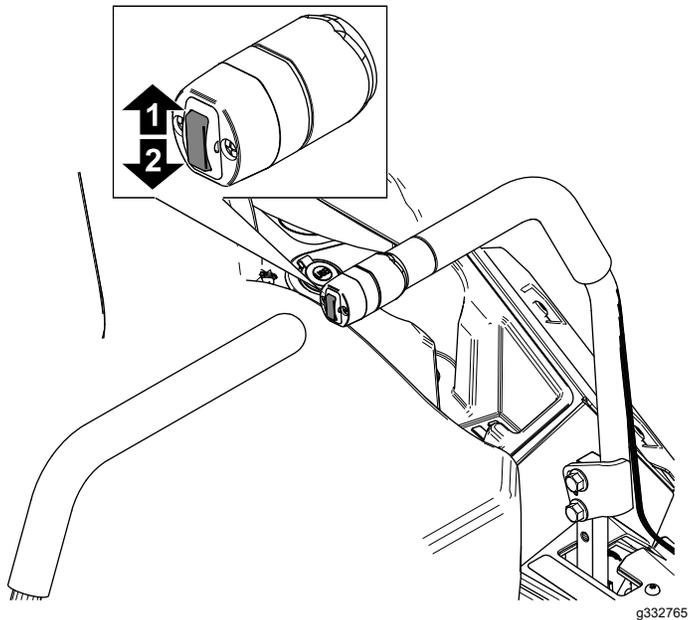

Рисунок 30
1. Нажмите на верхнюю часть переключателя подъема деки (Рисунок 30).